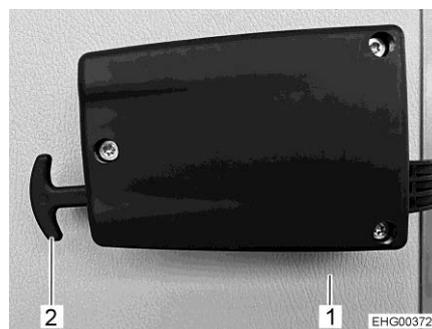

Fig. 61 Dispositif de déverrouillage de secours du portillon de garage
- Tirer sur les deux poignées du dispositif de déverrouillage de secours (Fig. 61,2).
- Pousser le portillon de garage (Fig. 61,1) vers l'extérieur.